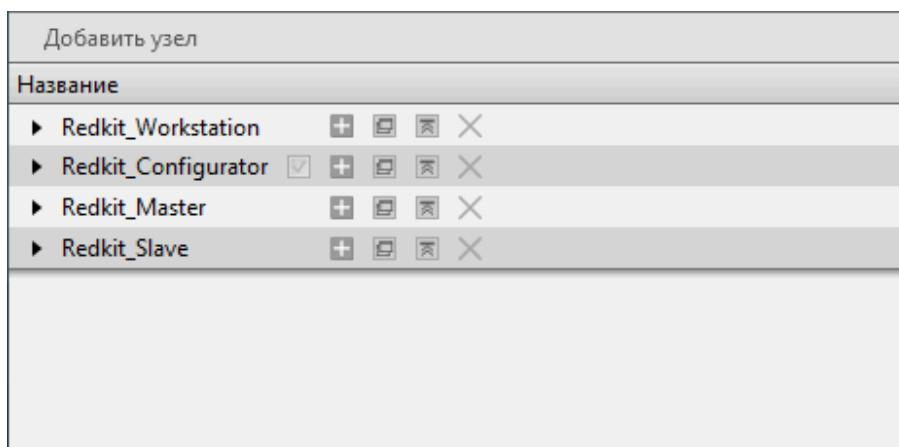

Рисунок 48 - Узлы системы Redkit
4. Перейдите на вкладку Настройки узла. В текущей конфигурации должны отображаться четыре узла (Рисунок 48):